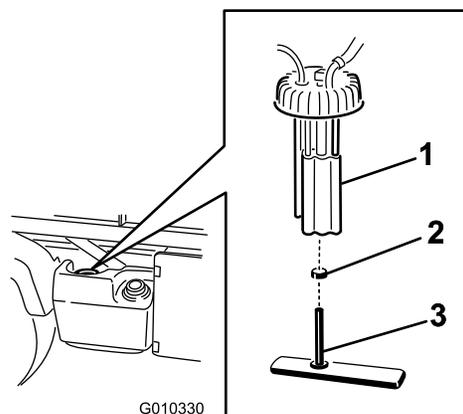

図 48
2. 燃料ポンプからワイヤハーネスのコネクタを外す図 48。
3. ホースのクランプをゆるめ、燃料ポンプキャップから燃料ラインを外す図 48。
4. 燃料タンクの上から燃料ポンプのキャップを外す図 48。
5. タンクから、燃料ポンプアセンブリと燃料フィルタを外す図 48。
7. フィッティングからホースを取り外す図 48。